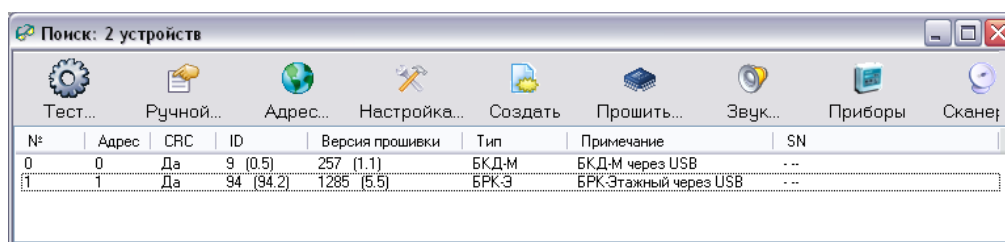

Рисунок 13 - Перечень найденных устройств
3) В программе RASOS выполнить поиск устройств (рисунок 13). Будут найдены два устройства — виртуальные БКД-М и БРК-Э.